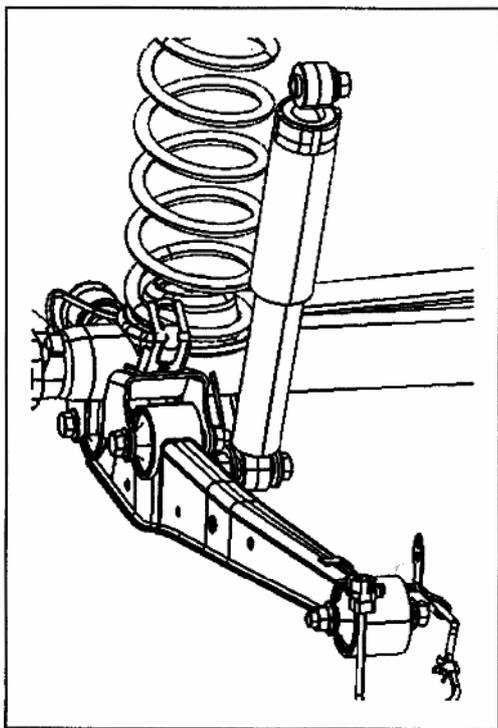

Рис. 554
- 1) Установите амортизатор, для правильной установки болта (Рис. 554).